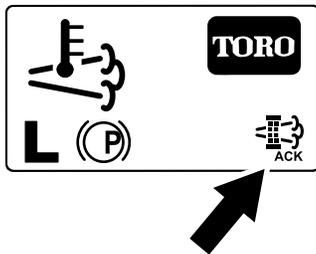

Figura 89
8. L'InfoCenter visualizza la schermata Home e l'icona della rigenerazione (Figura 89) è presente nell'angolo in basso a destra della schermata mentre la rigenerazione procede.